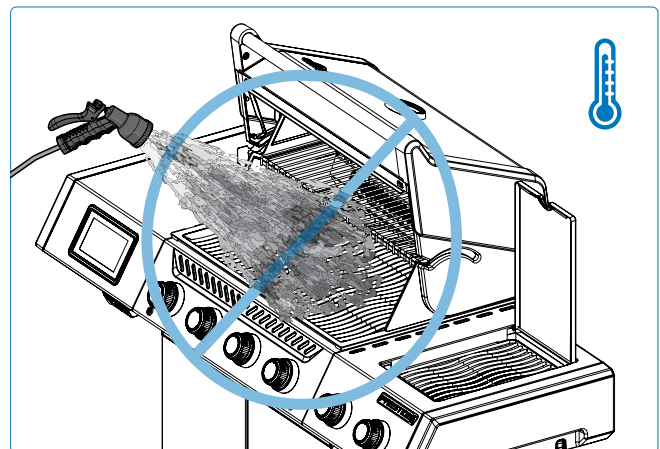

Fig. 20
1. Sluk aldrig en flamme eller kontroller opblusninger med vand (**Fig. 20**).